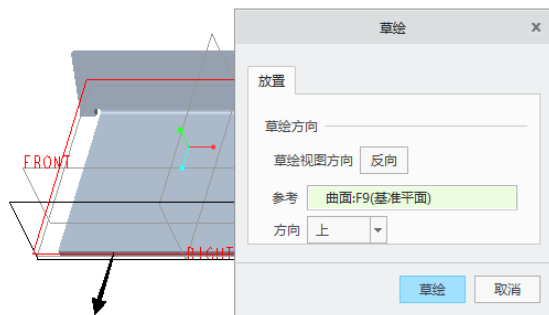

图 1-117 接受默认的草绘方向
(3) 在“平整”选项卡的“形状”下拉列表框中选择“用户定义”选项。接着打开“形状”面板，然后在该面板中单击“草绘”按钮，系统弹出图 1-117 所示的“草绘”对话框，接受默认选项，在“草绘”对话框中单击“草绘”按钮，进入草绘模式。